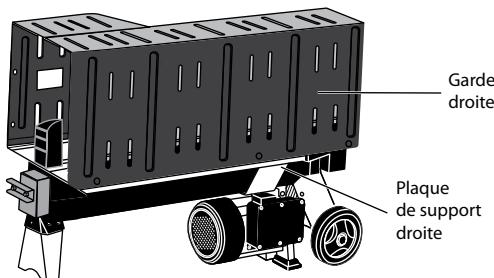
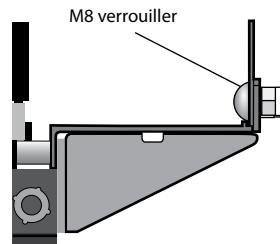
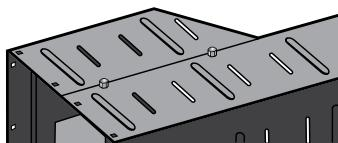

Fig. 2a
Fig. 2b
Fig. 2c
4. Insérez le capot de protection droite dans la rainure de la plaque d'appui droite, assurez-vous que les trous du capot de protection droit sont alignés avec les trous de la plaque d'appui droite, utilisez 3 boulons à tête carrée M8 et 3 contre-écrous pour la fixation (fig.2a, fig.2b). Utilisez ensuite 2 boulons à tête carrée M8 et 2 contre-écrous pour assembler les capots de protection latéraux droit et gauche (fig.2c).